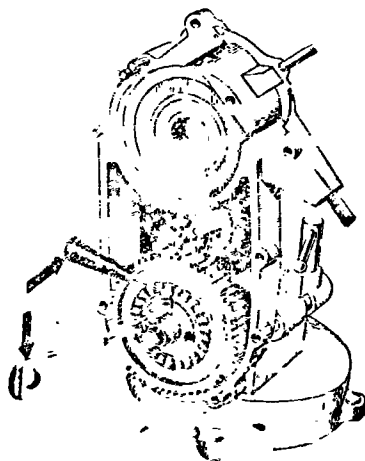

Рис. 50. Снятие стопорного кольца со вторичного вала.
- стопорное кольцо со вторичного вала (см. рис. 50);
— снимите стопорное кольцо шестерни вторичного вала (см. рис. 50) и извлеките установочное кольцо;